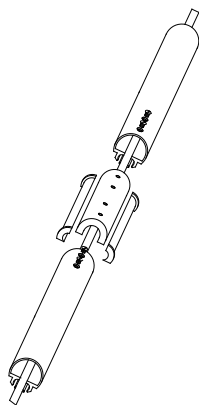

Рис.5
4.5.2. Пропустить штаг через очередной промежуточный профиль (см. рис.5)